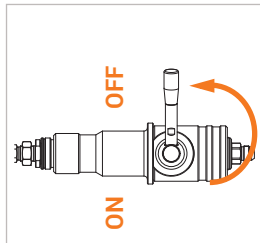

Figure 13
- ▶ Tournez le levier de commande (Pos. 3) du nozzle de ravitaillement de 180° en position OFF (Figure 13). **Note** : l'espace entre le réceptacle de service WEH® et l'unité de commande du nozzle de ravitaillement est **complètement** purgé par la conduite de retour du gaz. En position OFF, le nozzle de ravitaillement est dépressurisé. Cependant, le flexible de remplissage reste sous pression.